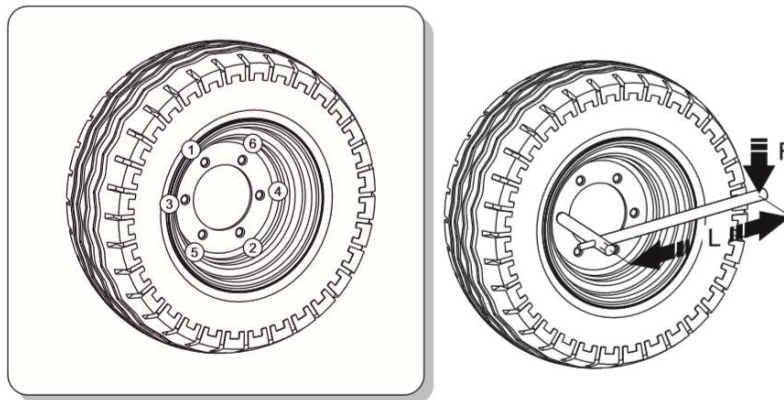

Abbildung 42 Anzugsreihenfolge der Muttern
- Lösen Sie die Radmutter in der in Abbildung 42 gezeigten Reihenfolge.
- Senken Sie den Wickler ab, ziehen Sie die Muttern mit dem empfohlenen Drehmoment und in der in Abb.42 gezeigten Reihenfolge an.